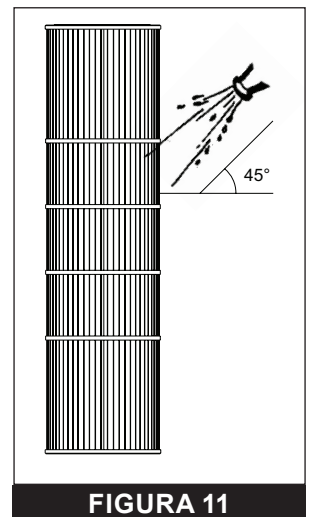

FIGURA 11
5. Utilizando una manguera de jardín con una boquilla de flujo recto, sostenga la boquilla en un ángulo de 45 grados con respecto al cartucho y lave todo el cartucho de arriba a abajo. Véase **FIGURA 11**.
9. Utilizando una manguera de jardín con una boquilla de chorro directo, sostenga la boquilla en un ángulo de 45 grados con respecto al cartucho y lave todo el cartucho de arriba a abajo. Consulte **FIGURA 11, PÁGINA 7**.